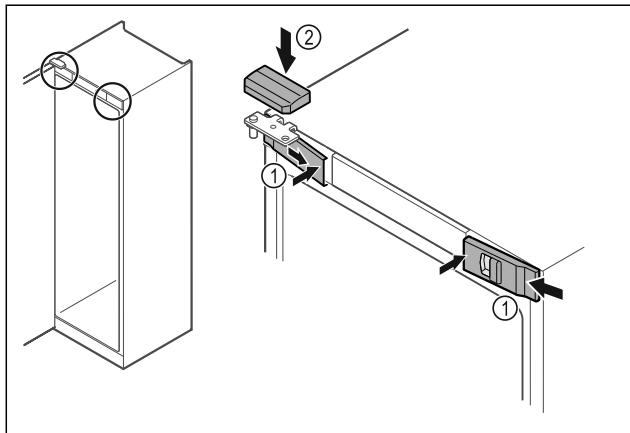

Fig. 53
- ▶ Зашелите сбоку и защелкните передние крышки Fig. 53 (1) с внутренней стороны.
- ▶ Защелкните верхнюю крышку Fig. 53 (2) сверху.